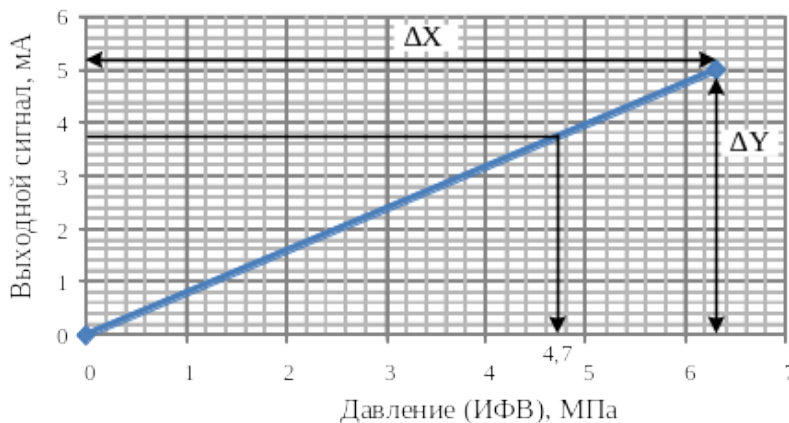

Рис. 1. Градуировочная характеристика датчика
Решение. Построим линейную градуировочную (статическую) характеристику преобразователя давления по двум точкам. Первая точка характеристики: при давлении 0 МПа – выходной сигнал манометра 0 мА; вторая точка характеристики: при давлении 6,3 МПа – выходной сигнал манометра 5 мА, рис. 1.
По формуле (5) и рис. 1 определим уравнение характеристики датчика: $Y(X) = 0 + 0,79 X$. Подставим известное значение выходного сигнала $Y = 3,72 \text{ мА}$ в полученное уравнение и определим X :
Значение ИФВ можно определить менее точно по графику градуировочной характеристики датчика, см. рис. 1.